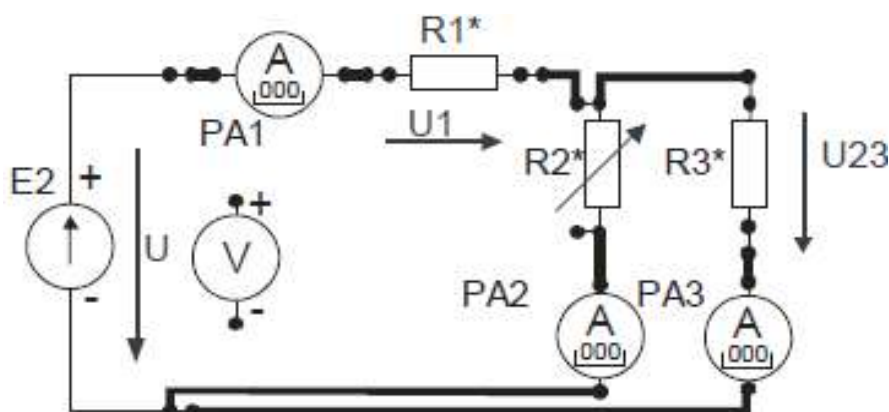

Рис.14. Электрическая цепь со смешанным соединением резисторов
2. Собрать цепь со смешанным соединением резисторов (рис. 14).